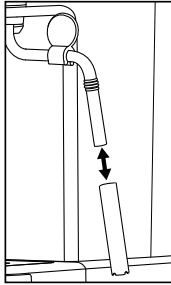

Abb. 3
- 5) Ziehen Sie die Hülle der Milchaufschäumdüse 8 ab (siehe Abbildung 3) und reinigen Sie diese sorgfältig im warmen Wasser und etwas Spülmittel. Nutzen Sie ggf. eine kleine Bürste, um auch die Innenseite der Hülle zu reinigen. Spülen Sie die Hülle danach mit klarem Wasser ab.
- 7) Schieben Sie die Hülle wieder auf das Rohr (siehe Abbildung 3).